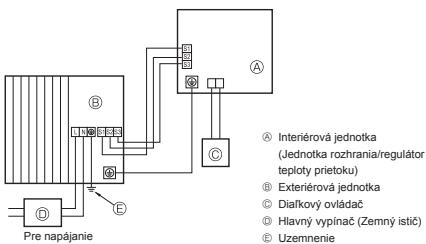
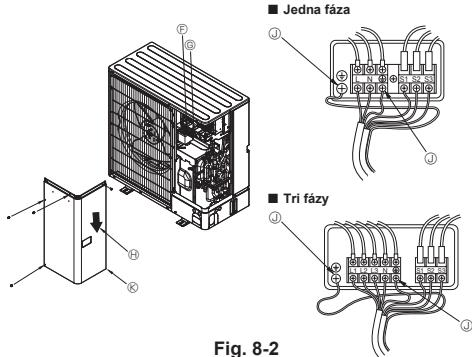

Fig. 8-1
Fig. 8-2
### 8.1. Exteriérová jednotka (Fig. 8-1, Fig. 8-2)
- ① Zložte servisný panel.
- ② Zapojte káble podľa Fig. 8-1 a Fig. 8-2.